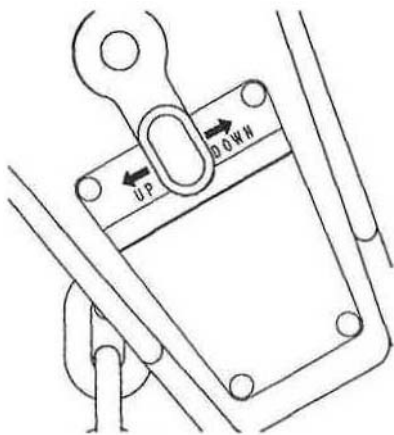

Рис. 4
3. Установите рычаг реверса на рукоятке в нейтральное положение (Рис. 4) так, чтобы цепь ходила свободно.
4. Установите рычаг реверса в верхнее положение (Рис. 4). Приведите в движение
- Ослабьте или опустите груз, установите рычаг реверса на рукоятке в нижнее положение (Рис. 4) и приведите в движение рукоятку.